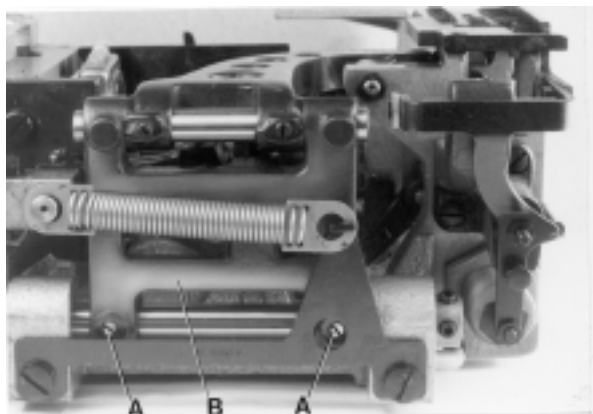

Fig. 7
After loosening screws (A, Fig. 7) rear in the feed rocker (B), the feed bar with feed dog can be moved laterally to center the feed dog in the throat plate slots, if required. Retighten screws (A).
Nach den L sen der Schrauben (A, Fig. 7) hinten im Transportrahmen (B) kann der Transporteurtr ger, bei Bedarf, mit dem Transporteur seitlich verschoben und in den Stichplattenschlitzen vermittelt werden. Ziehen Sie die Schrauben (A) wieder an.